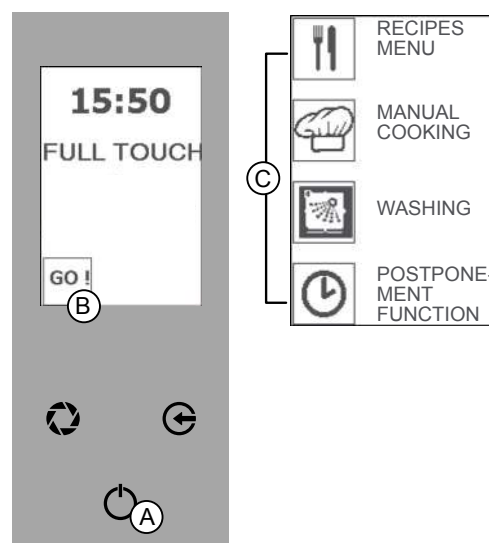

Fig.1
Die "EINGABE"-Taste (Abb. 1/A) kann zur Durchführung 3 verschiedener Funktionen gewählt werden:
- Modus "STAND BY": Display ausgeschaltet und "EINGABE"-Taste erleuchtet (Abb. 1).
- Modus "STARTSEITE": Display eingeschaltet, Anzeige der Uhr und "EINGABE"-Taste erleuchtet (Abb. 1).
- Modus "HAUPTMENU": Anzeige der Funktionen (MENÜ REZEPTE - MANUELLES GAREN - REINIGUNG - STARTZEIT - Abb. 1/C).